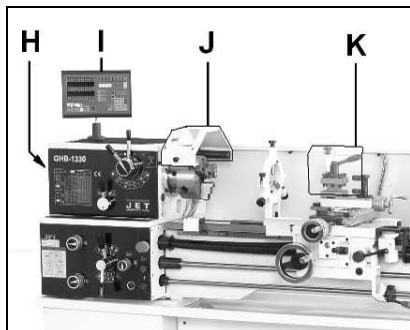

Fig 3
Sowohl der Räderdeckel (H, Fig 3) als auch der Futterschutz (J) sind mit Endscharter überwacht. Um die Maschine zu starten müssen beide geschlossen sein.